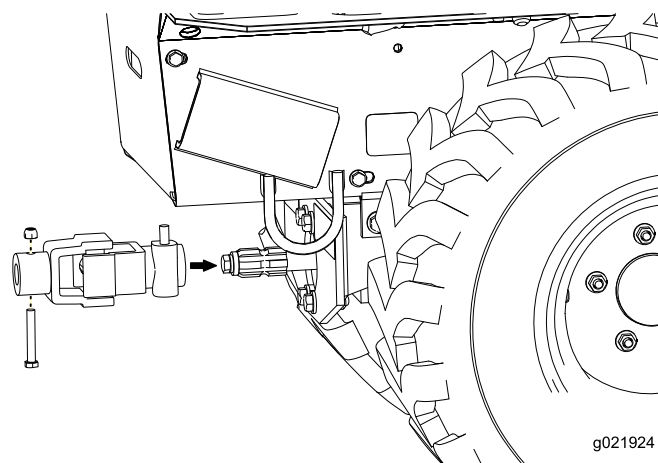

Figura 6
11. Instale la junta en el motor. Sujete el conjunto con el perno (3/8 pulgada) y la tuerca (3/8 x 2-1/2 pulgadas) (Figura 6).